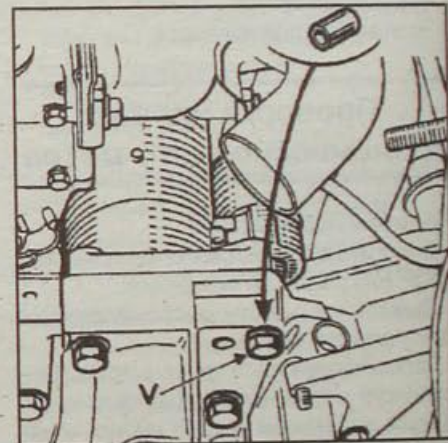

Рис. 6.12. Место расположения центрирующей втулки под болтом (V) при установке стартера
- Проверьте наличие центрирующей втулки, которая обязательно должна находиться в отверстии под болт крепления стартера (V, рис. 6.12).